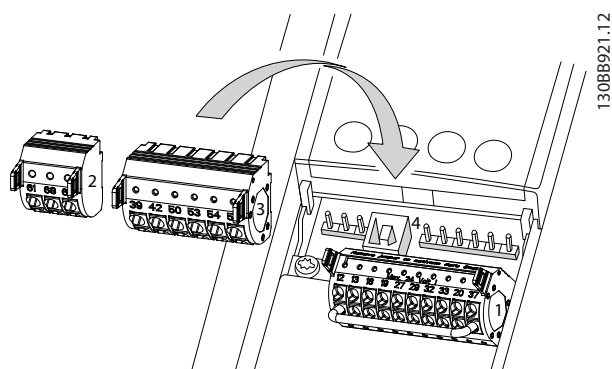
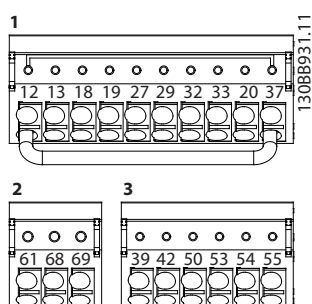

Рисунок 4.8 Расположение клемм управления
Рисунок 4.9 Номера клемм
- Если преобразователь частоты подключен к термистору, провода цепи управления данного термистора должны быть экранированы и иметь усиленную/двойную изоляцию. Рекомендуется напряжение питания 24 В пост. тока. См. *Рисунок 4.8*.
На *Рисунок 4.8* и *Рисунок 4.9* показаны съемные разъемы преобразователя частоты. Функции клемм и настройки по умолчанию приведены в *Таблица 4.2*.